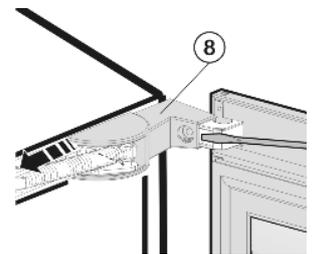

Fig. 6
- ▶ Soulever doucement le cache de la charnière Fig. 6 (8) avec un tournevis et le pousser vers l'avant.
- ▶ Déplier l'amortisseur de fermeture de l'appareil et enlever le cache Fig. 6 (8).
- ▶ Réinsérer jusqu'à encliquetement le cache de la charnière *Fig. 6 (8)*.